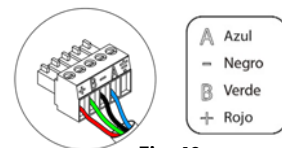

Fig. 40
Para la conexión al bus de conexión Airzone de la central ③ dispone de 1 borna de 5 pines. Fije los cables con los tornillos de la borna respetando el código de colores (Fig. 40).